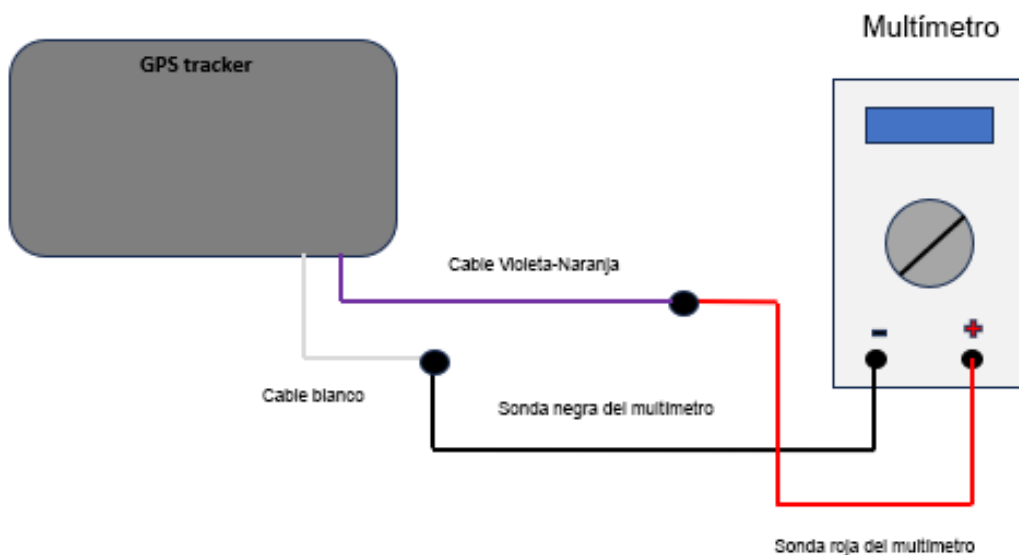

Fig.11 Diagrama de conexión
2. Monte el circuito de conexión de acuerdo con la "Fig. 11 Diagrama de conexión".